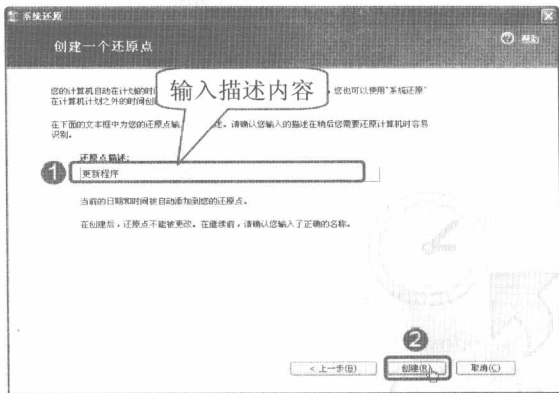

图 10-2 单击“创建”按钮
步骤② 单击“下一步”按钮,在弹出的对话框中输入描述内容,然后单击“创建”按钮(如图 10-2 所示),即可完成还原点的创建。